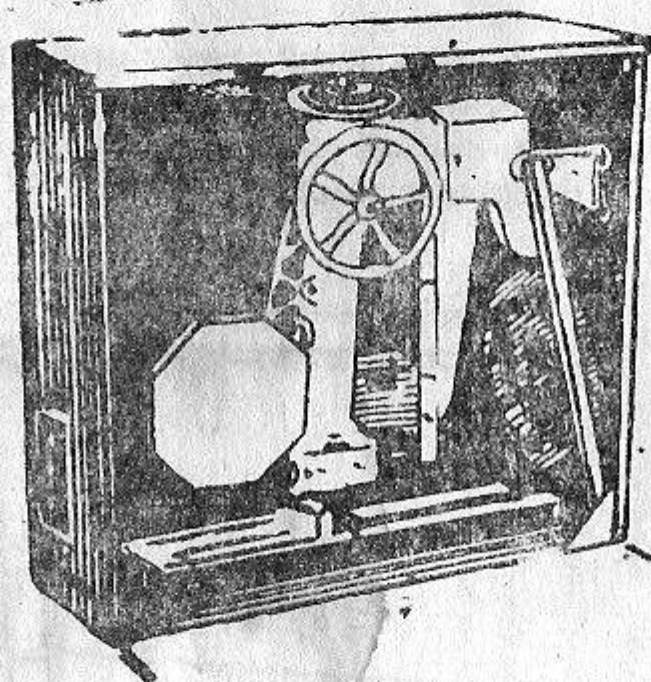

Рис. 4.
6.1.2. Затем обеими руками, соблюдая осторожность, опускают переднюю стенку на пол так, чтобы она заняла горизонтальное положение. Стол с открытой передней стенкой показан на рис. 4.